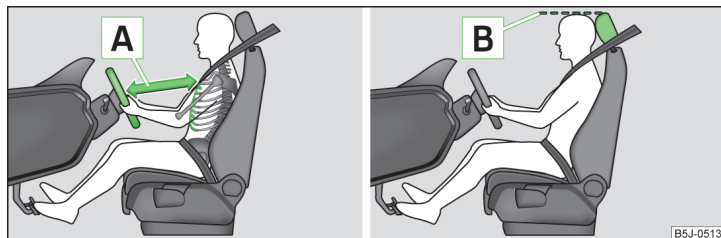

Fig. 1 Distancia correcta del conductor al volante / Ajuste correcto del reposacabezas
- ✓ Ajustar el volante de tal modo, que la distancia **A** entre el volante y el esternón sea, como mínimo, de 25 cm» **fig. 1**. Ajustar el volante » **página 8**, *Ajustar la posición del volante*.
- ✓ Ajuste el reposacabezas de tal modo que el borde superior del mismo se encuentre dentro de lo posible a la misma altura que la parte superior de su cabeza **B** » fig. 1 de la página 8 » página 8.
- ✓ Ajuste el reposacabezas de tal modo que el borde superior del mismo se encuentre, en la medida de lo posible, a la misma altura que la parte superior de la cabeza **B** » fig. 1 de la página 8 » página 8.